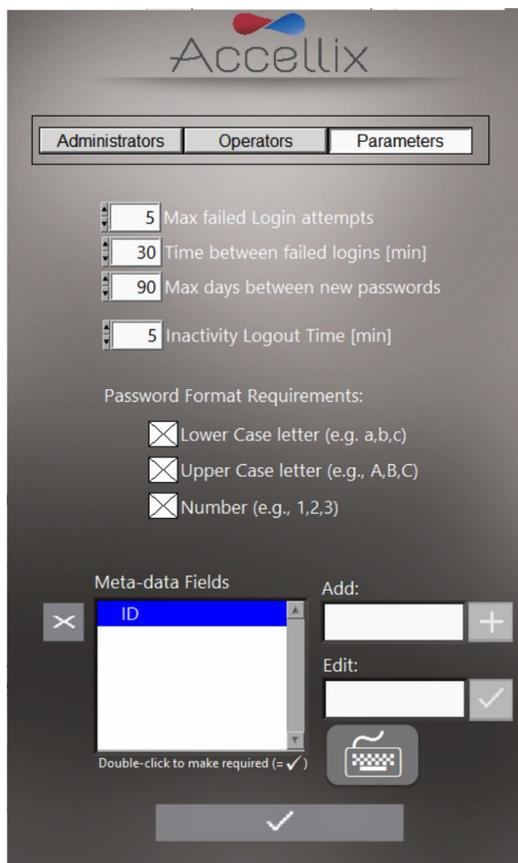

图 10: 登录参数选项
1. 轻触 **Personnel (人员)** 屏幕顶部的 **Parameters (参数)**。随即显示所有可变更的登录参数 (图 10):
3. 图 10 中显示的元数据字段仅为示例。